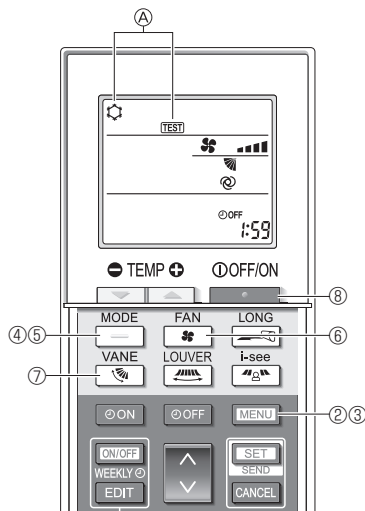

Fig. 7-5
- ① Schakel minstens 12 uur voor het proefdraaien de stroom van de unit in.
- ② Houd de toets **MENU** 5 seconden ingedrukt. (Fig. 7-5)
- ③ Druk op de toets **MENU**.
- ④ **A** [TEST] en de huidige bedieningsstand worden weergegeven. (Fig. 7-5)
- ④ Druk op de toets **—** om de koelstand te activeren en controleer vervolgens of er koude lucht uit de unit wordt geblazen.
- ⑤ Druk op de toets **—** om de verwarmingsstand te activeren en controleer vervolgens of er warme lucht uit de unit wordt geblazen.
- ⑥ Druk op de toets **—** en controleer of de ventilatorsnelheid verandert.
- ⑦ Druk op de toets **—** en controleer of het automatische lamellenrooster goed werkt.
- ⑧ Druk op de toets **—** om het proefdraaien te stoppen.